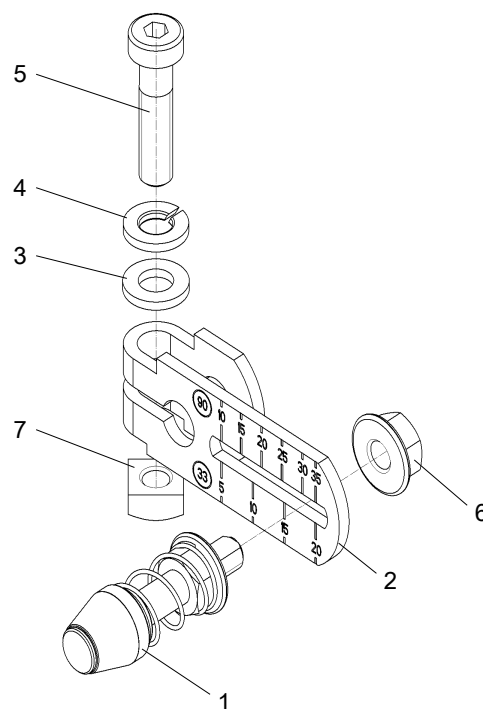
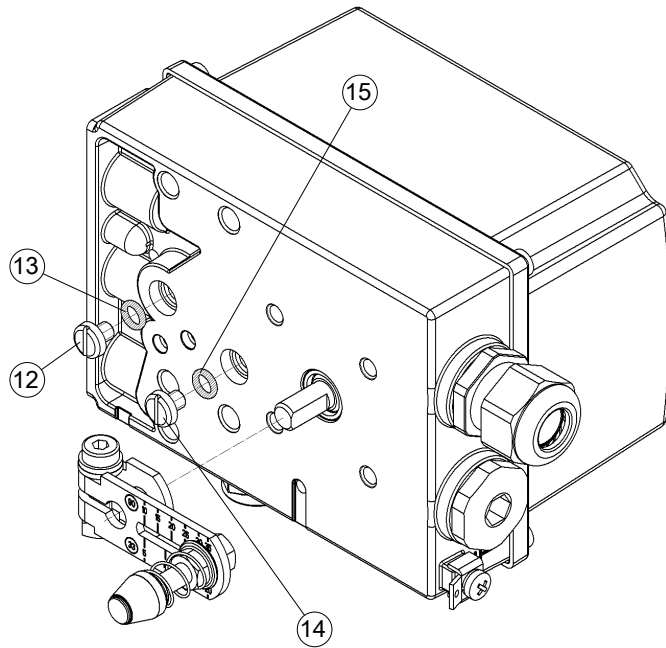

Fig. 6: Hendel gemonteerd
Fig. 7: Montage hendel op de klepstandsteller
2. Fig. 6: Hendel (2) tot aan de aanslag op de as van de klepstandsteller schuiven en bevestigen met een cilinderkopschroef (5). Hierbij het max. aanhaalmoment van 8/6 [Nm/lbf ft] niet overschrijden.
3. De uitgang van de regeldruk aan de achterkant openen door de schroef (12) en de O-ring (13) te verwijderen.
4. In geval van montage waar een spoeling van de veerruimte met instrumentenlucht voorzien is de uitgang voor de af te voeren lucht aan de achterkant te openen door de schroef (14) en de O-ring (15) te openen.
5. Fig. 7: De uitgang van de regeldruk dichtzetten met de sluitschroef (10). In geval van montage met instrumentenlucht spoeling de afzuiggeluiddemper verwijderen en dichtzetten.
6. De O-ring (11) in de inzinking van het lantaarnstuk leggen.
7. De klepstandsteller zodanig tegen de actuator houden dat de rol tussen de stiften (16) geleid wordt.
8. De klepstandsteller horizontaal op het lantaarnstuk uitlijnen en monteren met de schroeven (8) en veerringen (9).